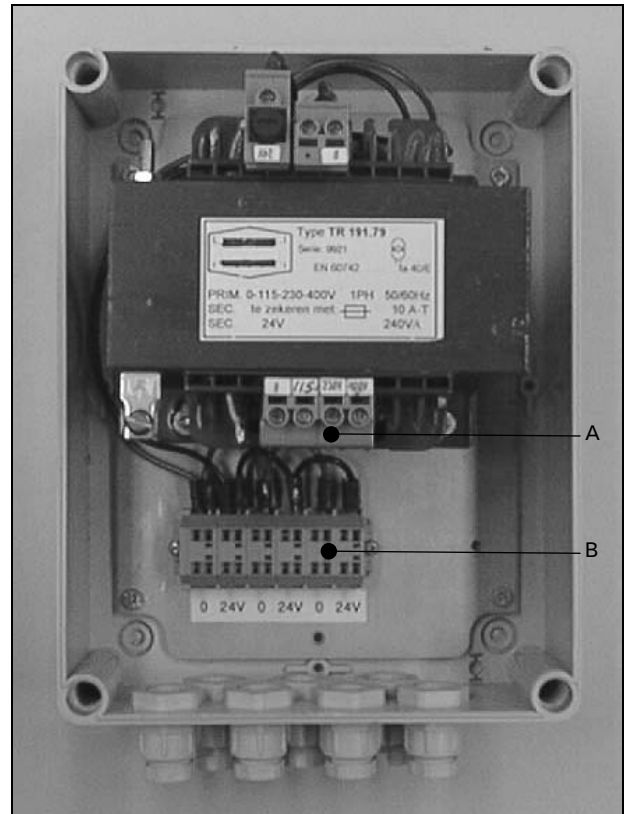

fig. 4
- Draai de bevestigingsschroeven (A) los en verwijder de afdekkap (zie fig. 4).
- Bevestig de behuizing met behulp van vier bouten tegen de muur. In de behuizing zijn hiertoe montagegaten (B) aangebracht (zie fig. 4).
- werklamp (WL) (max. 6)